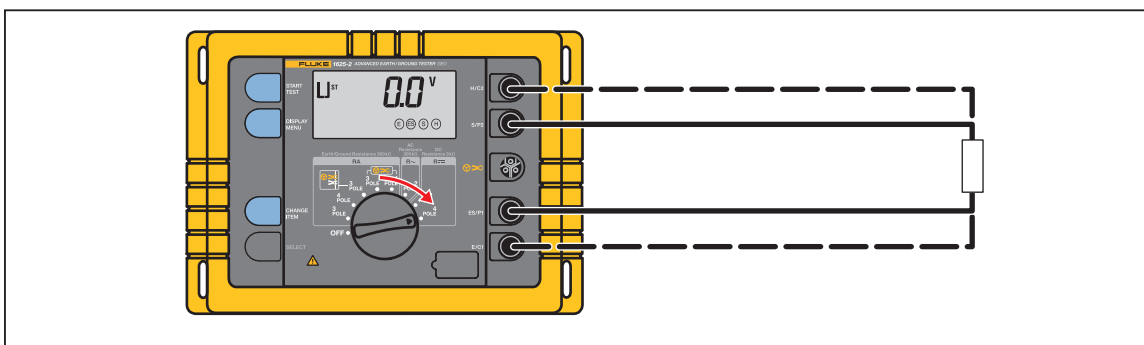

Figure 13. Mesure de résistance (R_{\square})
1. Connecter l'instrument comme indiqué dans la figure 13.